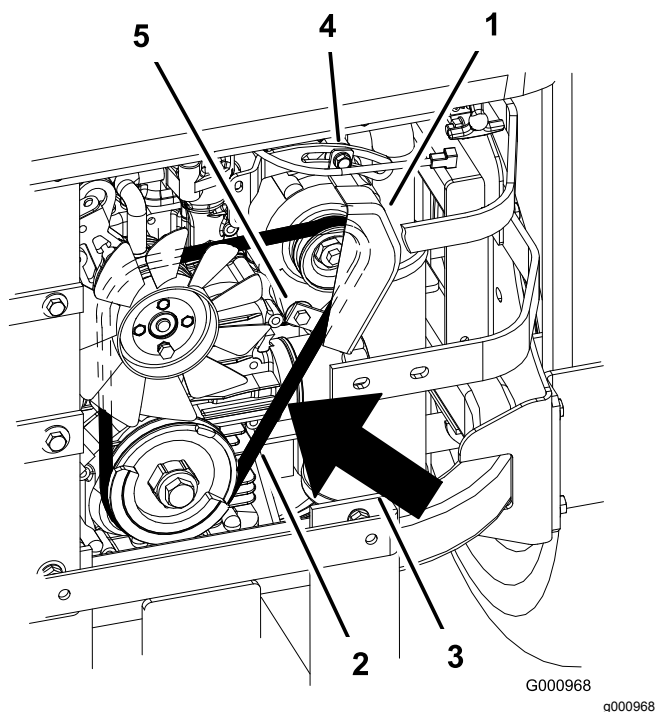

Figura 88
2. Ajuste o alternador para o exterior até haver uma deflexão de 7 a 9 mm na correia entre o motor e as polias do alternador com 98,3 N (Figura 88).
5. Se a deflexão estiver correta, aperte os parafusos inferior e superior (Figura 88).